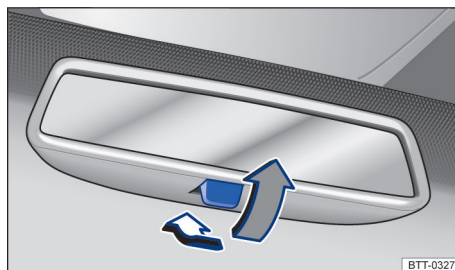

Fig. 78 En el parabrisas: espejo retrovisor interior antideslumbrante manual.
- Posición de noche: tirar de la palanca → fig. 78 (flecha gris), para evitar el deslumbramiento de los faros de los vehículos que circulan detrás.